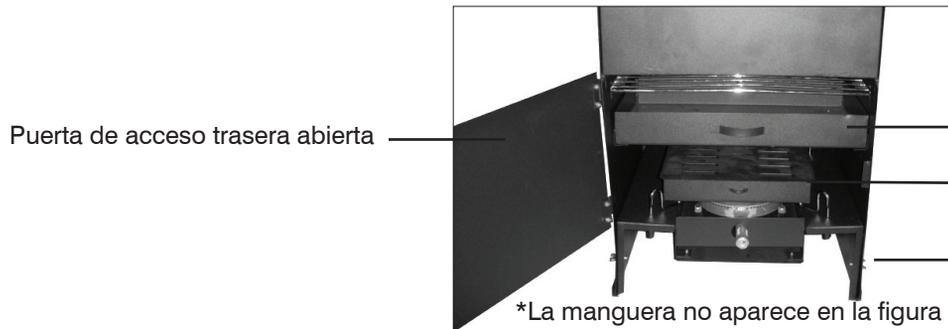

Figura 3
Al utilizar este aparato como ahumador: coloque el gabinete del ahumador ensamblado sobre la freidora/hervidora (vea la **Figura 2**). La pantalla contra el viento no se puede instalar en el marco de la freidora/hervidora. La puerta delantera del ahumador debe estar situada al lado opuesto del de la manguera. La manguera debe salir por la parte trasera del gabinete por debajo de la puerta de acceso trasera. Vea la **Figura 2** anterior. La parte inferior del gabinete del ahumador debe introducirse bien en los rieles laterales de la base del hornillo. Alinee el orificio localizado en cada pared del gabinete del ahumador con el orificio localizado en la pared lateral de la freidora/hervidora. Apriete con dos tornillos de orejeta (uno de cada lado) para sujetar el gabinete del ahumador a la freidora/hervidora (en la Figura 3, página 16, se aprecian los lugares donde se colocan los tornillos de orejeta).
2. Coloque el extremo de un encendedor multiuso encima del quemador, como se indica en la Figura 3, o coloque una cerilla encendida encima del quemador, como lo indica la Figura 4. Mueva el control de la válvula manual hacia la posición de "ENCENDIDO" (Figura 2) hasta que se encienda el hornillo. Al hacer girar la válvula manual hacia la izquierda, aumenta el flujo de gas en el quemador y, por lo tanto, el tamaño de la llama (Figura 5). Al encender la estufa, si la ignición no ocurre a los 3 o 5 segundos, apague el regulador y la válvula del tanque ("OFF"). Espere 5 minutos para que el gas se disperse. Repita el procedimiento.